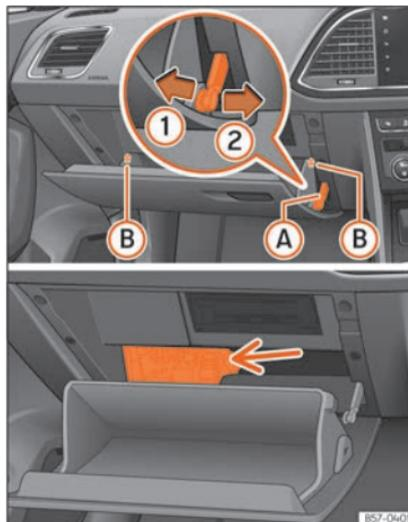

Abb. 50 Handschuhfach (Rechtslenker): Zugang zum Sicherungskasten.
- Verriegelungstaste » **Abb. 50 A** in zwei Schritten ausbauen: zunächst Verriegelungstaste nach hinten ziehen (Pfeil **1**) und danach etwas nach rechts schieben (Pfeil **2**). Föhrlung ausbauen, wenn die Abdeckung normal geöffnet ist (30°).